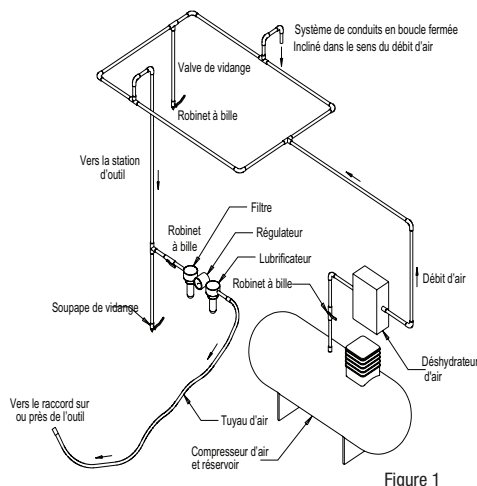

Figure 1
Utiliser une alimentation en air lubrifiée et propre; la pression d'air mesurée à l'outil (en service, le levier enfoncé à fond) doit être de 6,2 bars (90 psig). Il est conseillé d'utiliser une conduite d'air comprimé homologuée de 10 mm (3/8 po), d'une longueur maximale de 8 m (25 pi). Se référer à la figure 1 pour brancher l'outil à la source d'air. Ne pas brancher l'outil au circuit d'air comprimé en l'absence d'un robinet de sectionnement d'accès facile. Il est en outre fortement recommandé de poser un filtre à air, un régulateur et un lubrificateur (FRL) (Figure 1) pour alimenter l'outil en air propre, lubrifié et à la bonne pression. Toujours utiliser un régulateur de pression d'air pour l'outil en service lorsque la pression d'alimentation excède la pression nominale de l'outil. S'informer auprès de son marchand d'outillage sur les caractéristiques d'un tel équipement. Si ce genre d'équipement n'est pas utilisé, l'outil doit alors être lubrifié manuellement. À ces fins, débrancher la conduite d'air, puis verser 2 à 3 gouttes d'huile de graissage pour moteurs pneumatiques dans l'entrée de la conduite (côté arrivée d'air). Huiles appropriées : lubrifiant 3M™ pour outils pneumatiques, réf. 20451; Kosan FK-20 de Fuji; ALMO 525 de Mobil. Rebrancher l'outil à l'alimentation d'air, puis le faire tourner à bas régime quelques secondes pour favoriser une bonne lubrification. Lors d'un usage fréquent, lubrifier l'outil tous les jours ou en cas de baisse de régime ou perte de puissance. La pression d'air recommandée à l'outil en service est de 6,2 bars (90 psig), ce qui évite de dépasser la vitesse de rotation maximale. L'outil peut être utilisé à des pressions inférieures, mais ne doit jamais excéder 6,2 bars (90 psig). Le rendement de l'outil à une pression plus basse sera évidemment inférieur.
*On peut voir le mandrin de la pince de serrage sur les figures 1, 2 et 3 de la section réservée aux pièces.